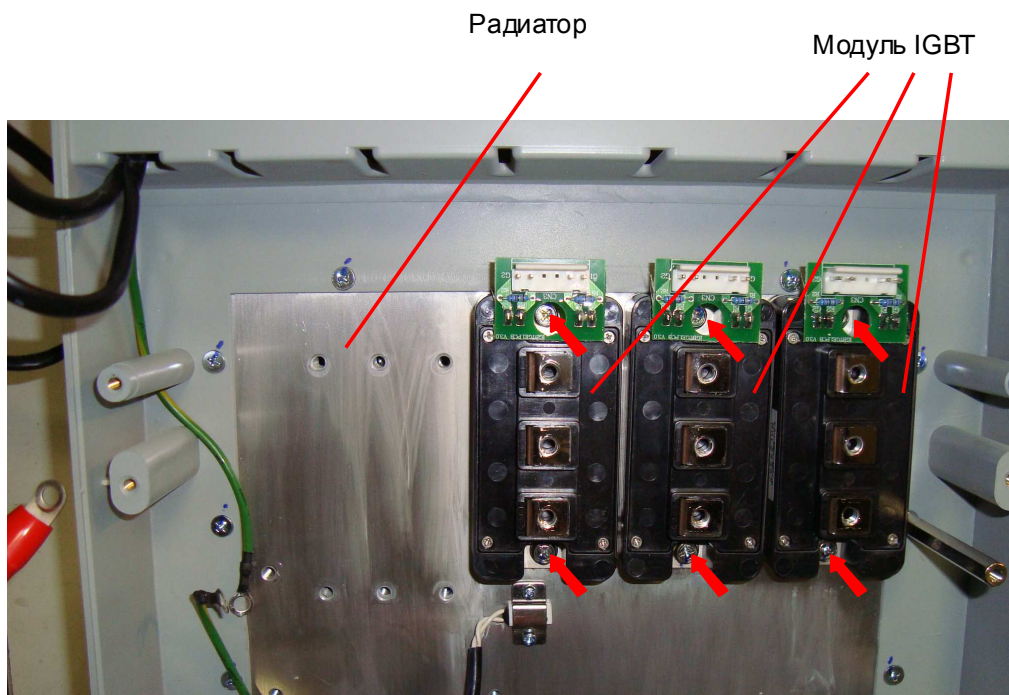

Рис. 7.7
7.4.4. Установить модуль на радиатор (рис. 7.7) и слегка притереть его. Вкрутить два винта для предварительного крепления модуля (рис. 7.7, красные стрелки).
7.4.6. Окончательно затянуть винты крепления модулей IGBT (рис. 7.7, красные стрелки).